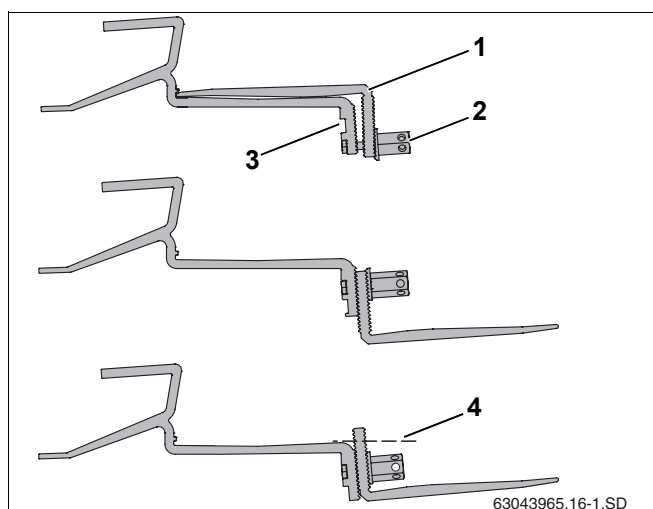

Fig. 17 Repoziționarea părții inferioare a cârligului
- Se desface piulița hexagonală lungă (Fig. 17, **Poz. 2**).
- Se introduce șurubul în gaura de sus (Fig. 17, **Poz. 3**).
- Se fixează ușor partea inferioară a cârligului (Fig. 17, **Poz. 1**). Nu se strâng foarte tare componentele între ele.